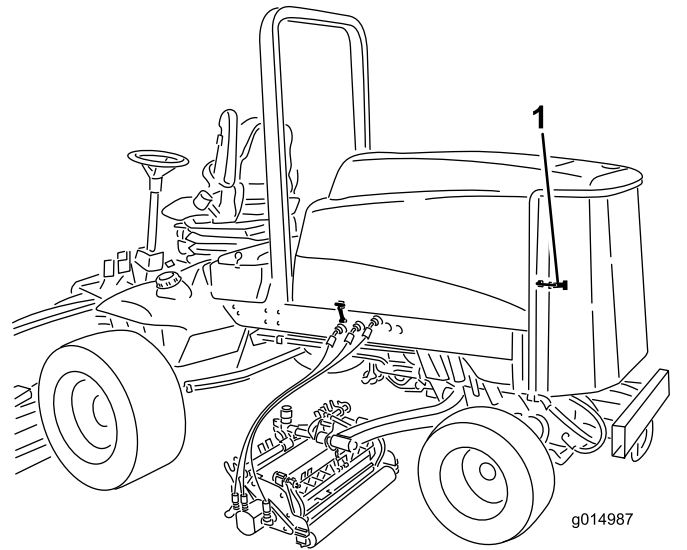

Figura 97
- Desenganche y abra la rejilla trasera (Figura 97).